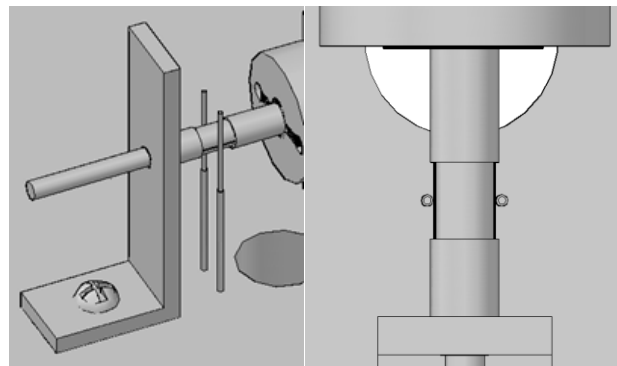

Figura 5.9. Cepillos. Vista en perspectiva y superior.
- Los cepillos estarán verticalmente en dirección al conmutador. En la figura 5.9 esta su ubicación.